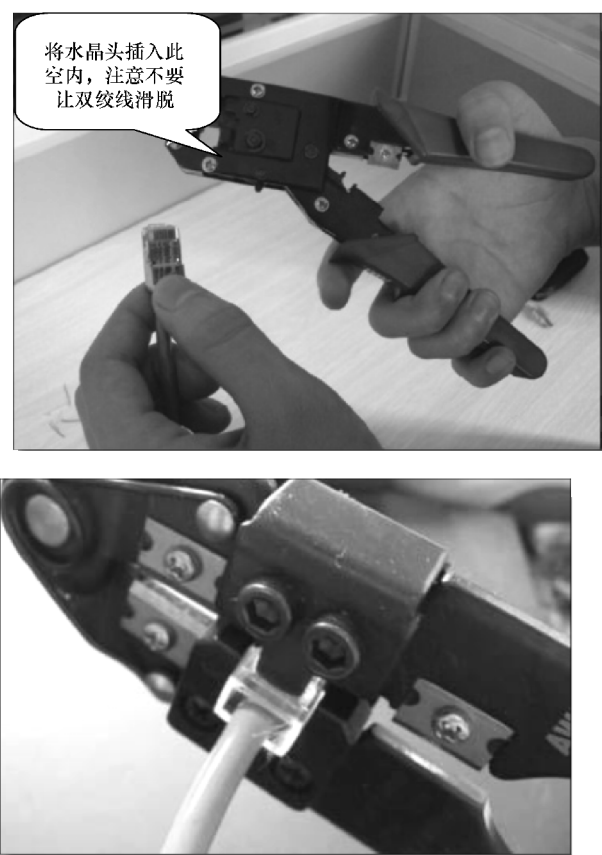

图 4-74 用力压下压线钳手柄
7) 将水晶头放到压线钳的压线槽内,同时还要确保双绞线的线头不要再次脱离水晶头或松动,并确认线头顺序无误后,用力压下压线钳的手柄使水晶头的压线铜片与双绞线的线芯接触良好,如图 4-74 所示。